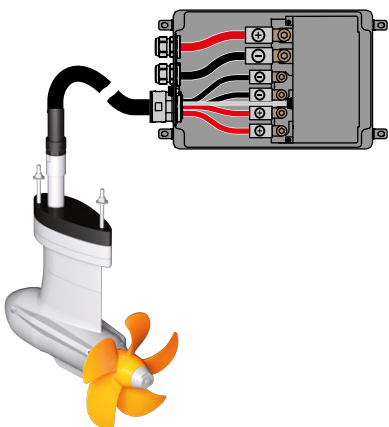

Fig. 45: Cableado del cuadro electrónico
1. Suelte los tornillos (1) del cuadro electrónico para abrirlos.
4. Conecte los cables de potencia a los polos correspondientes (rojo=+, negro=-; 10 Nm); **consulte "Fig. 45: Cableado del cuadro electrónico"**.
5. Conecte el cable del motor a la conexión de control del motor (6).